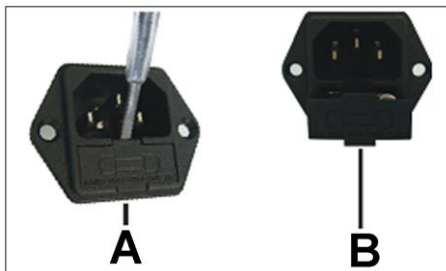

Fig. 11
- 1 Inserire la punta piatta di un cacciavite nella fessura presente nel vano fusibile posto al di sotto della presa di alimentazione e utilizzarla come leva (Fig.11 - Rif. A).
- 2 Estrarre il vano fusibile (Fig.11 - Rif. B);
- 4 Riposizionare il vano fusibile (Fig.11 - Rif. B).